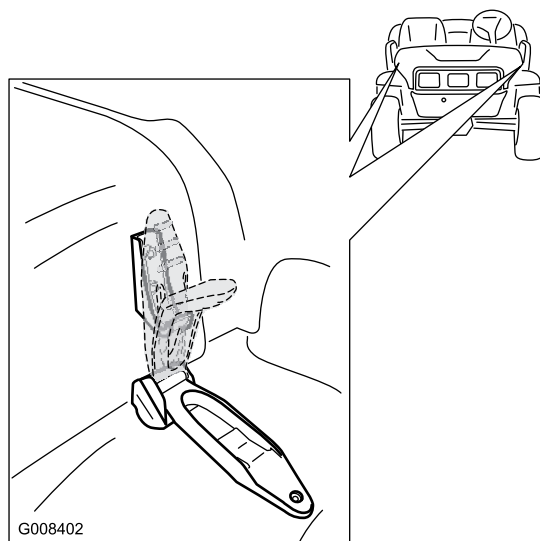

図 19
1. フードの両側についているゴム製ストラップをゆるめる（図 19）。